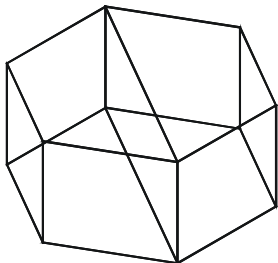

图 9-2-3
STEP 01 用直线工具在六角棱柱上下表面对顶点之间各作一条中线，如图 9-2-3 所示。具体操作如下：